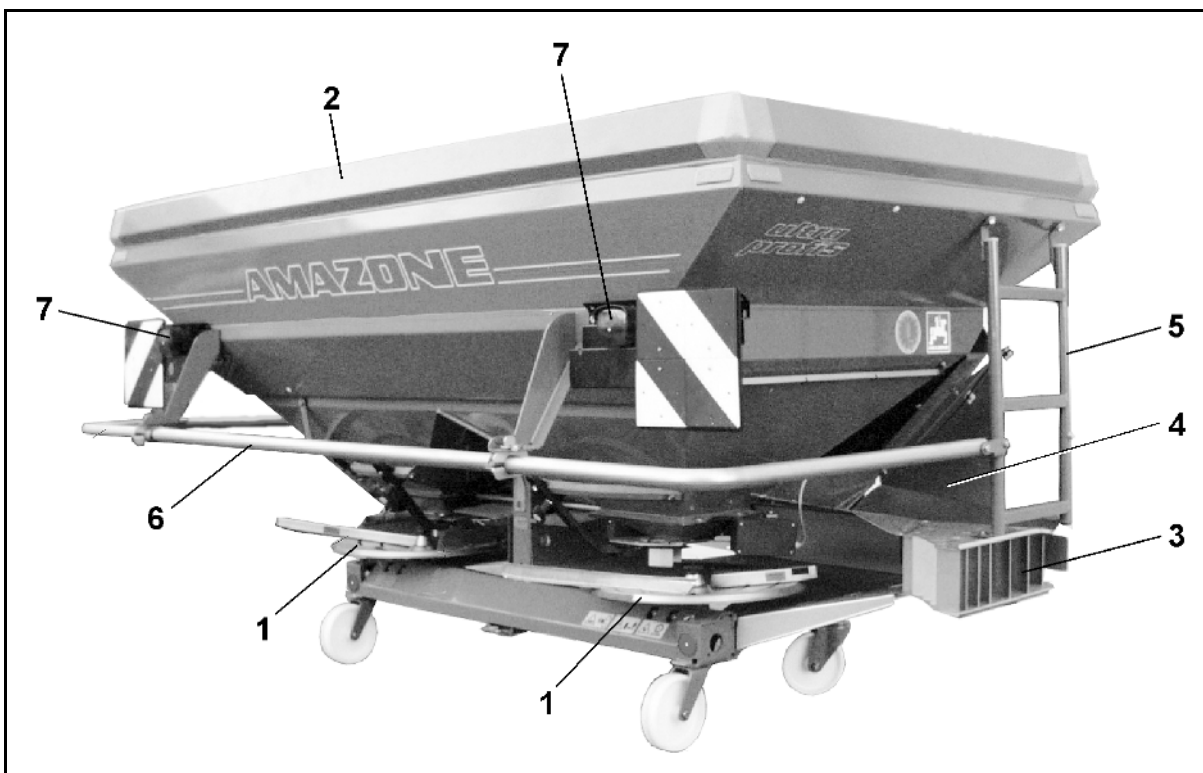

Fig. 33
- Spredeskiver Fig. 33/1,
- Lad Fig. 33/2,
- o Trimmer højre og venstre (Fig. 33/3)
- o Smudsfinder højre og venstre (Fig. 33/4)
- o Ledere højre og venstre (Fig. 33/5)
- o Rørstøttebøjle (Fig. 33/6)
- Belysning (Fig. 33/7)